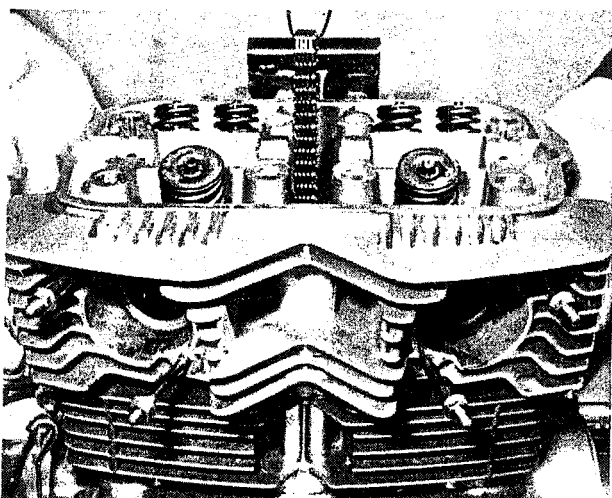

Bild 152
- Den Zylinderkopf über dem Motor halten und mit einem geeigneten Drahtstück die Steuerkette durch den Kettenschacht des Zylinderkopfes hochziehen. Den Zylinderkopf auf die Passbüchsen aufsetzen und die Steuerkette mit einem Schraubendreher sichern (Bild 152).